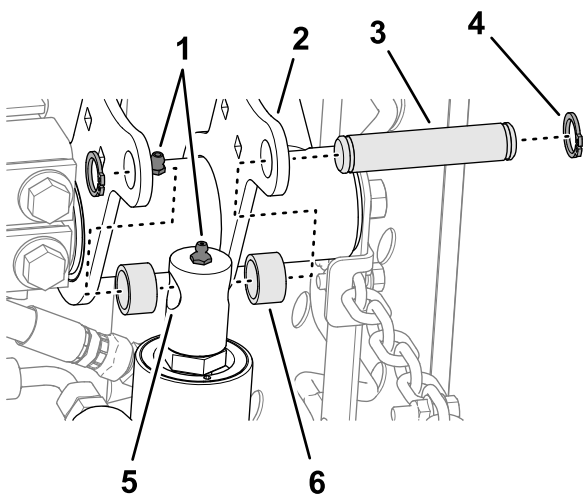

Figura 15
- Spostate lentamente l'asta del cilindro di sollevamento fino a quando non è allineata con i fori nelle flange del braccio di sollevamento destro (Figura 15).
- Assemblate l'asta alle flange con il perno di montaggio, 2 distanziali e 2 anelli elastici (Figura 15).
- Applicate grasso n. 2 a base di litio ai raccordi d'ingrassaggio del braccio di sollevamento e del cilindro idraulico (Figura 15).
1. Allineate i fori nelle piastre del telaio portante posteriore con i fori nelle piastre di montaggio dell'apparato di taglio (**Figura 15**).